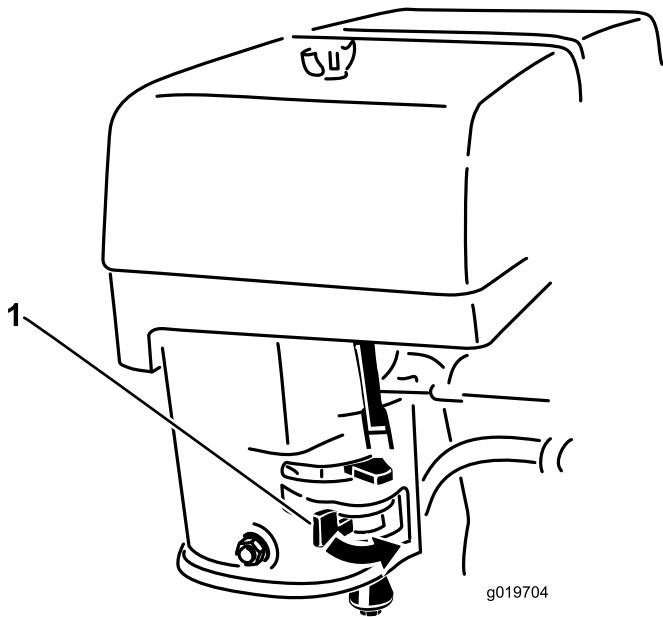

Figure 13
2. Tournez le robinet de carburant en position OUVERTE (Figure 13).